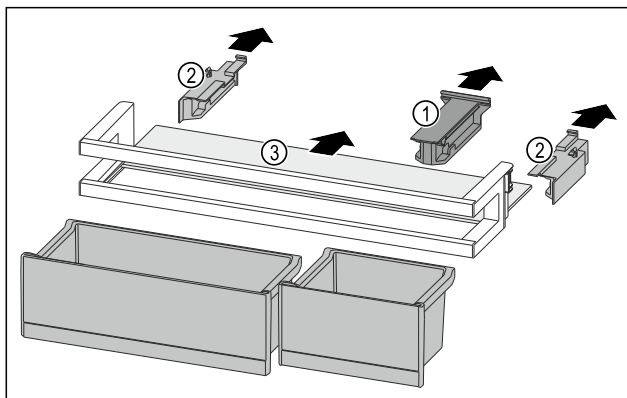

Fig. 115
- ▶ Snemite držalni del Fig. 115 (1).
- ▶ Snemite stranski del Fig. 115 (2).
- ▶ Odstranite polico za odlaganje Fig. 115 (3).